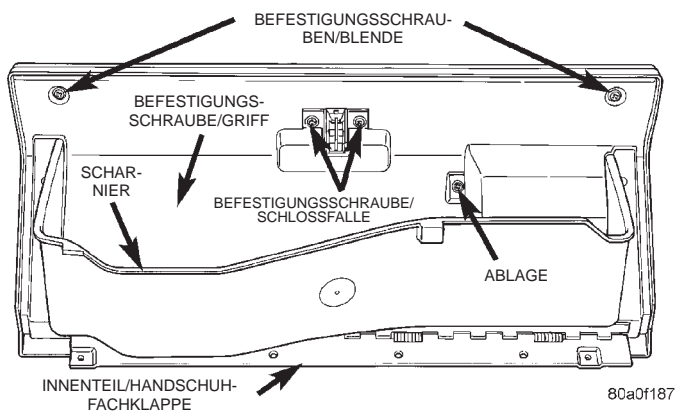

Abb. 18 Bauteile des Handschuhfachs
- (1) Handschuhfach öffnen.
- (2) Die beiden Schrauben lösen, die die Blende am oberen Rand ihrer Innenverkleidung am Handschuhfach befestigen (Abb. 18).